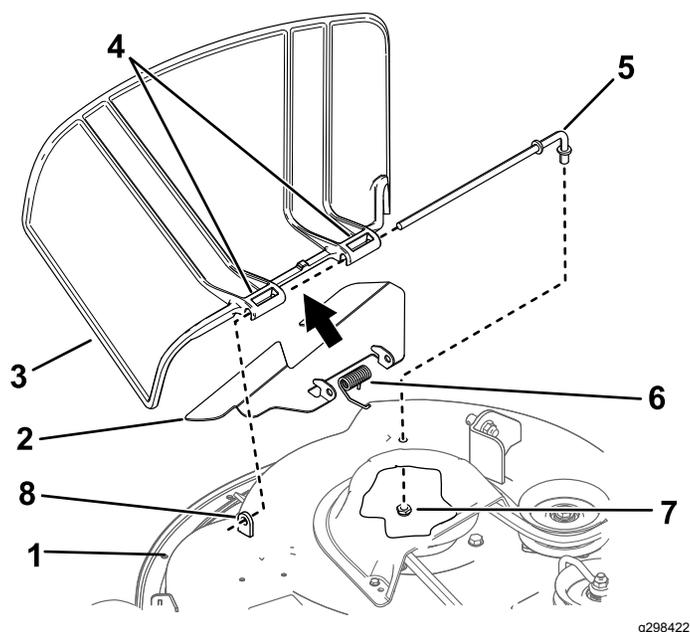

Рисунок 71
1. Отверните гайку ($\frac{3}{8}$ дюйма) со стержня из-под нижней части газонокосилки (Рисунок 71).
2. Выдвиньте стержень из короткой проушины, пружины, дефлектора и отражателя травы (Рисунок 71).
4. Установите новый отражатель травы и дефлектор (Рисунок 71).
7. Проденьте стержень через дефлектор и второй кронштейн отражателя травы (Рисунок 71).
9. Прикрепите задний конец стержня к газонокосилке с помощью гайки ($\frac{3}{8}$ дюйма), как показано на Рисунок 71.